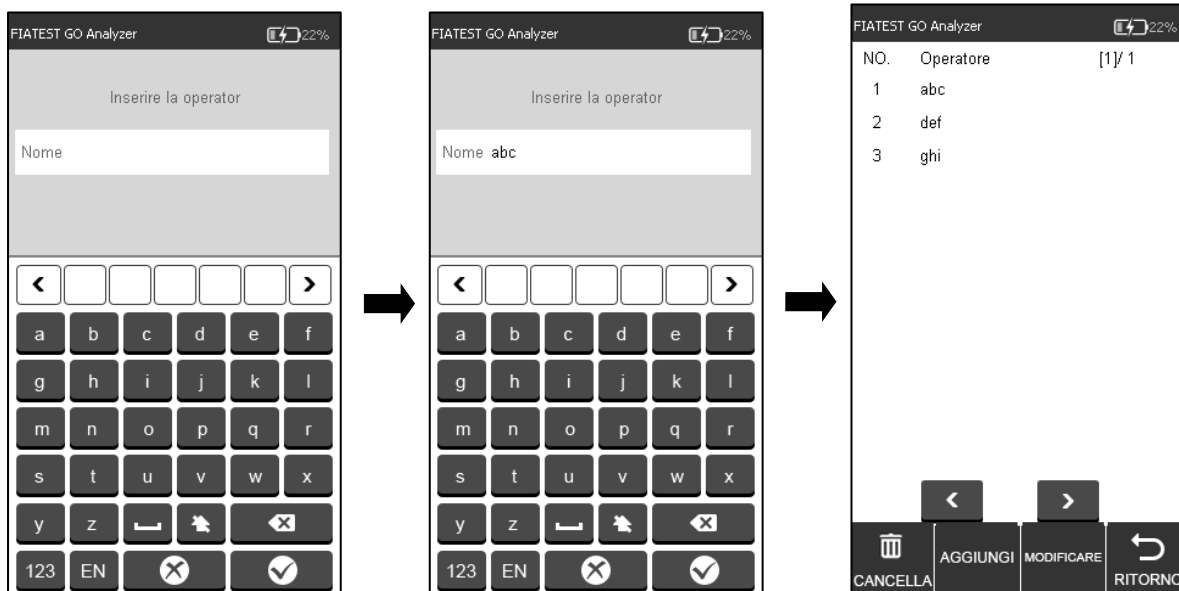
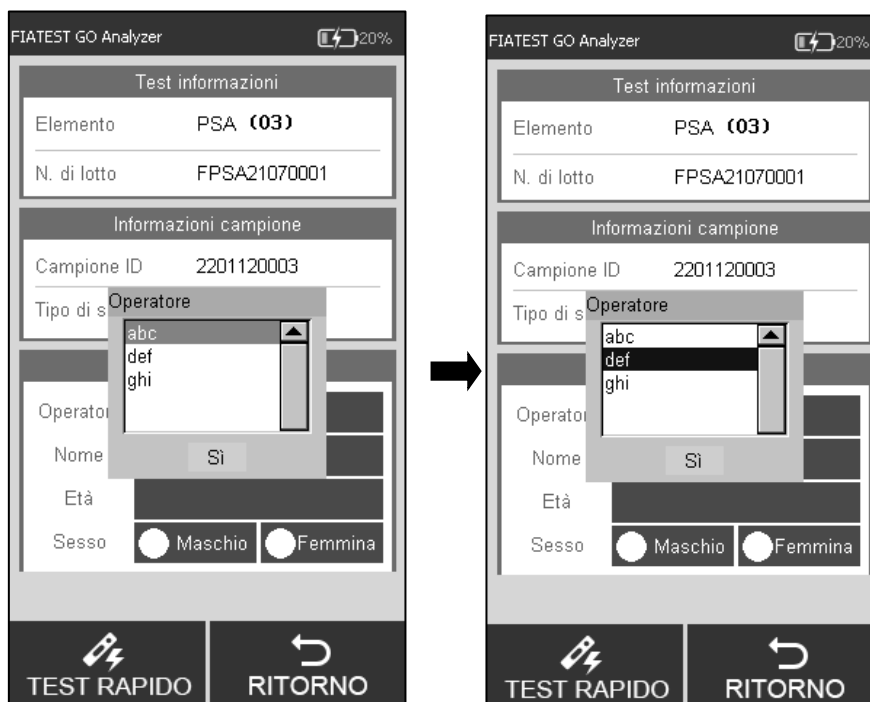

Fig 18
Fig 31
Cliccare su **"AGGIUNGI"**, digitare il nome dell'operatore, fare clic su  per completare l'aggiunta. (Rif Fig 18)
Cliccare su l'operatore che deve essere cancellato o modificato, e il colore verrà modificato in blu. Cliccare su **"CANCELLA"** l'operatore selezionato sarà cancellato, cliccare su **"MODIFICARE"** per entrare nell'interfaccia come Fig 18.
Passo 5: Inserire le informazioni del paziente, come operatore, nome del paziente, età e sesso. Tocca l'area oltre all'operatore, l'interfaccia apparirà come in Fig 31. Selezionare l'operatore. L'immissione delle informazioni dell'operatore è spiegata nella Fig 18 nella sezione 5.1.1.